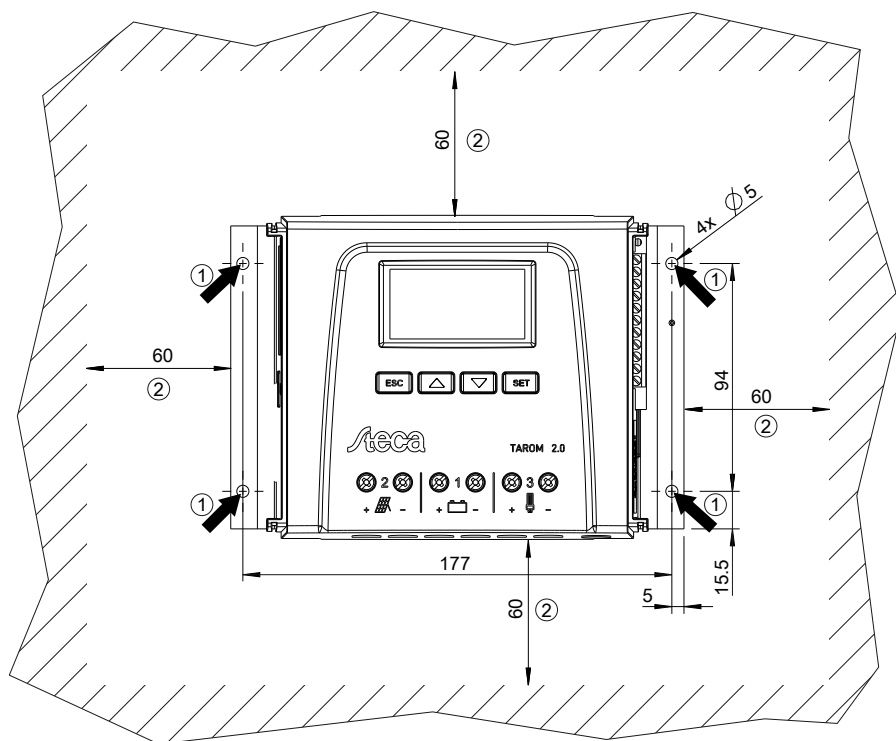

Abb. 4: Befestigungsöffnungen ① und Freiräume ②
- Um den Regler ist allseitig ein Freiraum von mindestens 60 mm vorhanden. Der Freiraum bezieht sich auf den Regler *ohne* Abdeckungen; siehe ② in Abb. 4.
- Nicht durch die Befestigungsöffnungen ① (Abb. 4) bohren.
3. ➤ Regler waagerecht an die Montagefläche anlegen und Montagebohrungen durch die Befestigungsöffnungen ① anzeichnen.